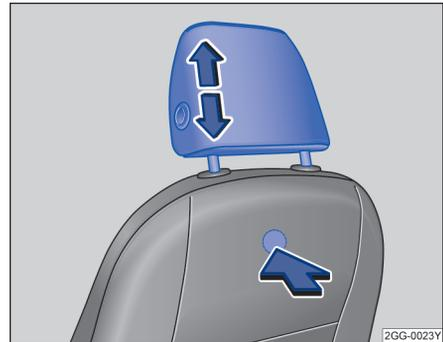

图 71 拆卸和安装前排头枕
- 按压座椅背部隐藏在座椅套内的按钮→图 71，将头枕完全拔出。